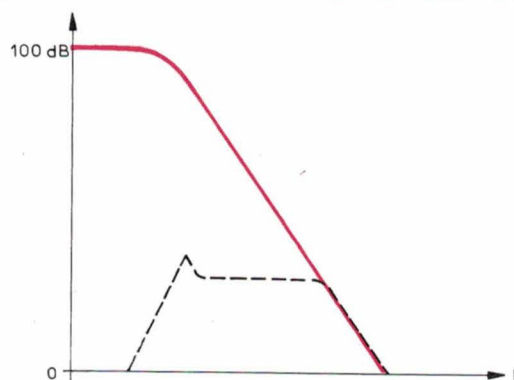

Fig. 14.
- Il ne faudra pas oublier, dans l'établissement du projet, l'influence de la courbe de réponse du gain en boucle ouverte en fonction de la fréquence, notamment pour les filtres passe-bande centrés aux fréquences élevées ainsi que pour les filtres passe-haut qui seraient en réalité des passe-bande (**fig. 14**).